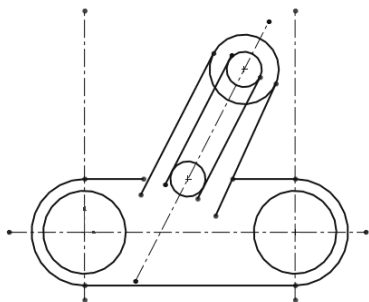

图 2-33 添加相切约束 2
④ 重复上述步骤，分别使直线和圆相切。
⑤ 选择 4 条斜直线，在属性管理器中单击“平行”按钮，结果如图 2-33 所示。